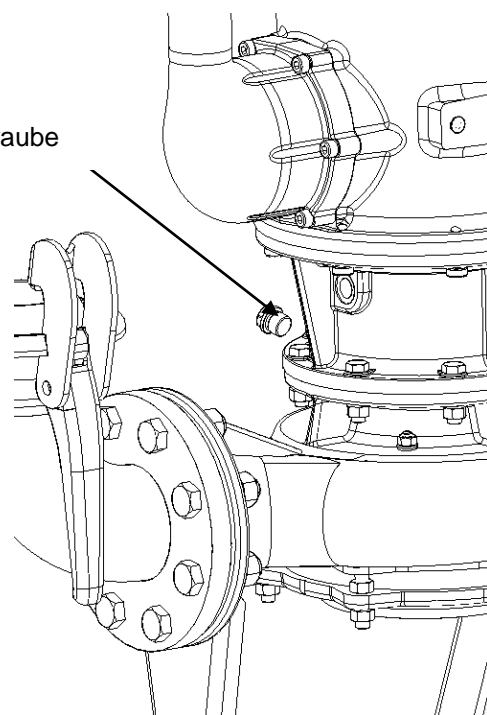

Abbildung 7
- Kontrollstandsschraube öffnen (siehe Abbildung 7).